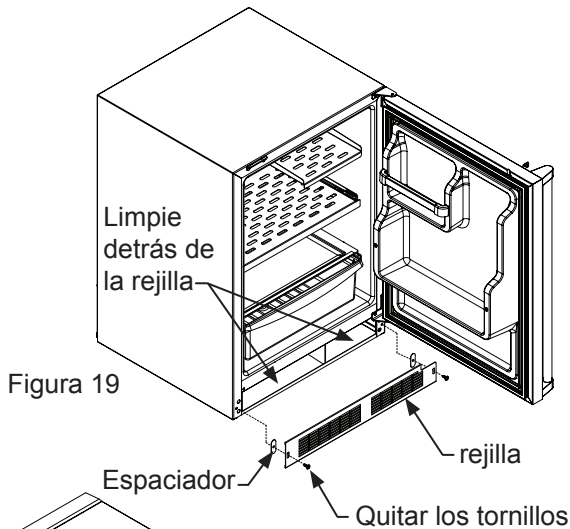

Figura 19
8. Quite la rejilla frontal de protección (vea las Figura 19) y limpie la suciedad y desperdicios de detrás de la unidad mediante un cepillo y una aspiradora.